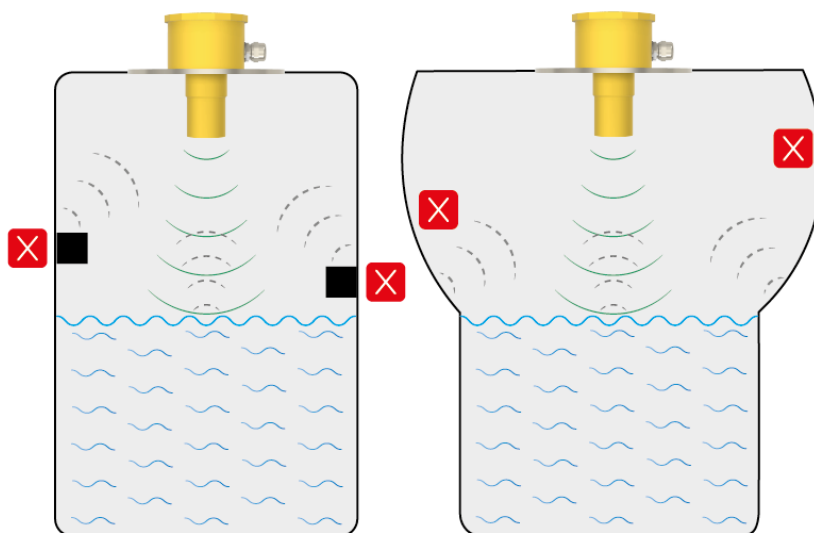

Рисунок 15 – обнаружение датчиком сторонних\нежелательных объектов
2.11.5 Ультразвуковой датчик может среагировать на сторонние (нежелательные) объекты. В резервуаре не должно быть поверхностей, способных отражать ультразвуковое излучение в сторону датчика (рисунок 15).